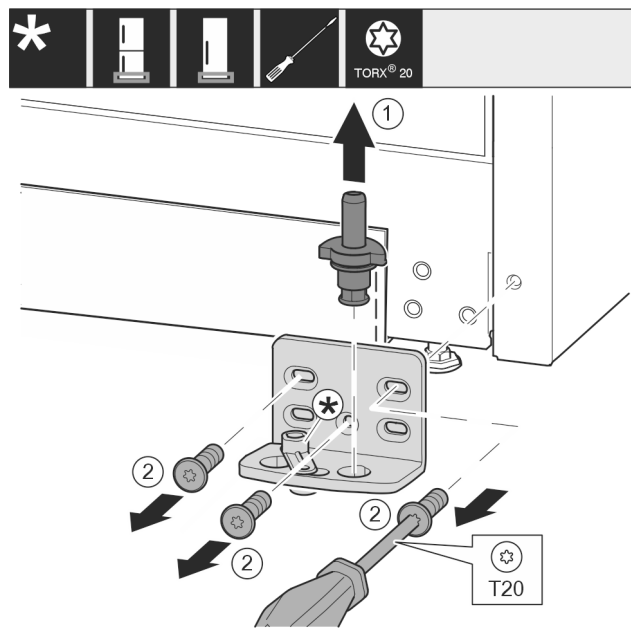

Fig. 13
- ▶ Izvucite svornjak ležaja Fig. 13 (1) potpuno prema gore.
- ▶ Odvijačem odvrnite vijke Fig. 13 (2) i skinite podložak ležaja.